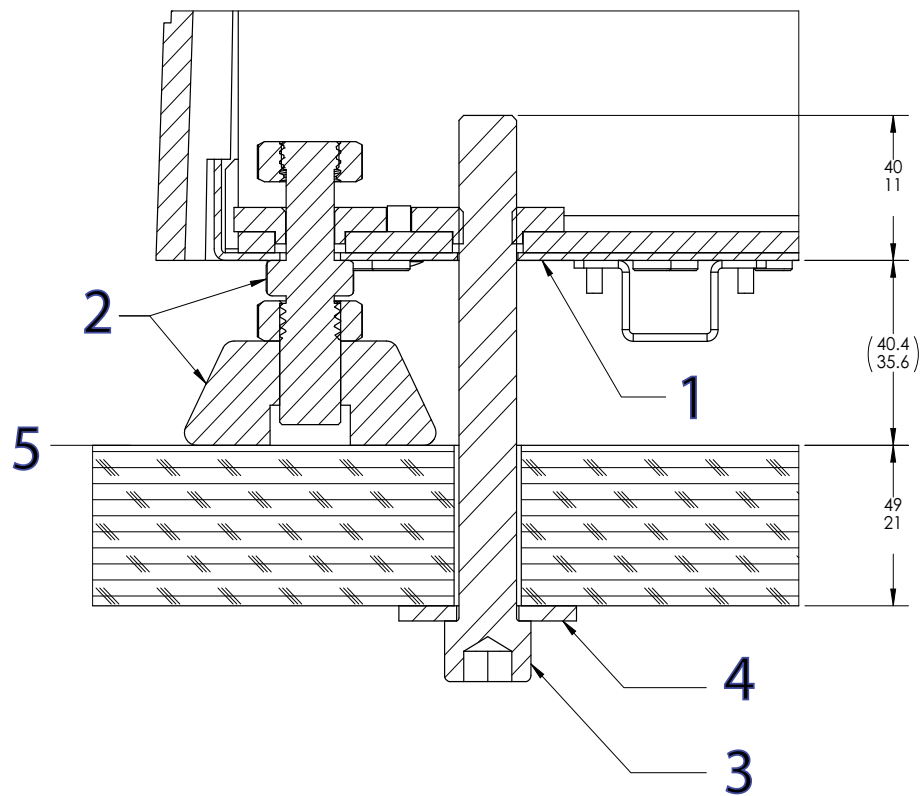

Figure 17. Fixez le bâti sur le plan de travail
Légende pour la Figure 17
3. Installez chaque boulon et rondelle surdimensionnée comme indiqué dans la Figure 17 à la page 73.